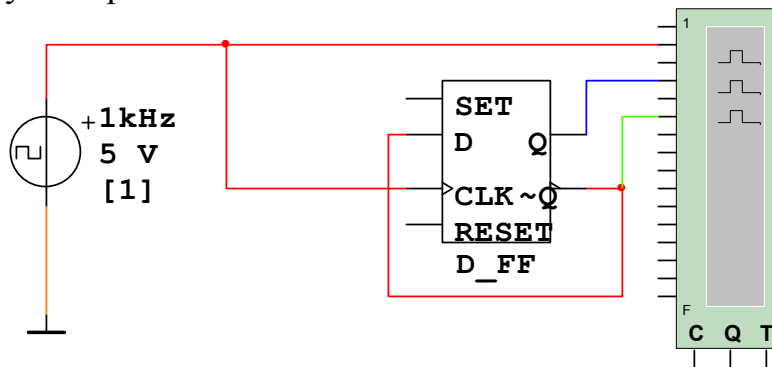

Рис. 11.2
11.2.3. Для проверки работы D-триггера в счетном режиме соберите схему, изображенную на рис. 11.2.